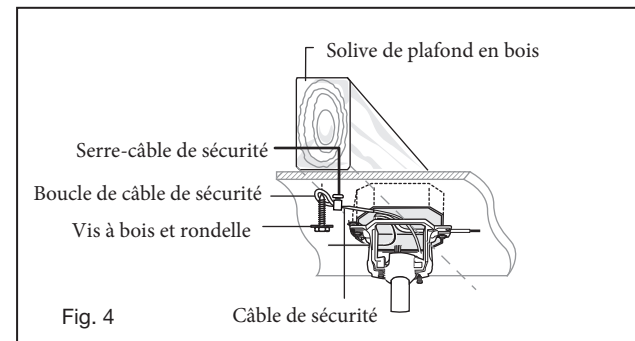

Fig. 4
- 9 Soulevez la boule / tige de suspension / ventilateur dans l'ouverture du support de suspension. **REMARQUE:** la languette opposée à l'ouverture du support de suspension doit s'insérer dans la fente de la boule. (Fig.4)